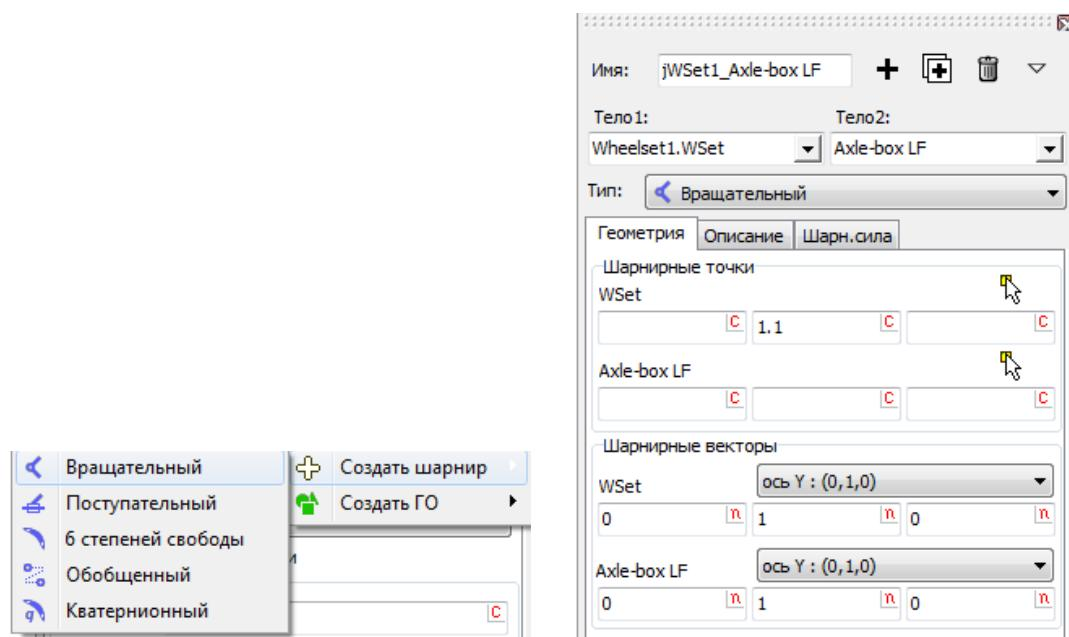

Рис. 2.13. Создание вращательного шарнира для буксы
- Щелкните на кнопке (**Перейти к элементу**) и выберите пункт меню **Создать шарнир | Вращательный**, рис. 2.13, слева. Автоматически добавится шарнир, у которого в качестве второго тела задана букса.
- Назначьте первое тело **WheelSet1.WSet** (база первой КП) с помощью выпадающего списка, рис. 2.13, справа.